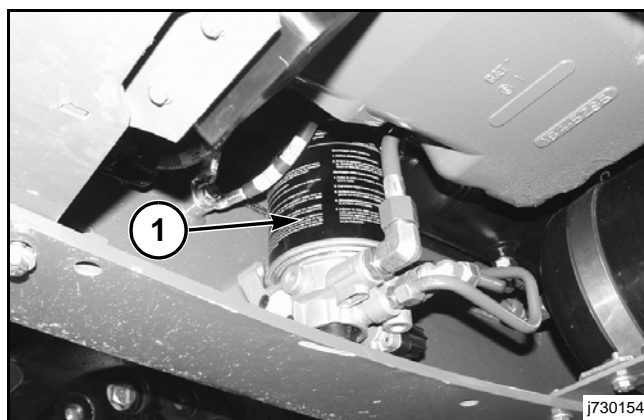

FIG. 121
FIG. 121: Si la máquina tiene un compresor de aire, el cartucho de secador de aire (1) está ubicado en la parte delantera derecha de la máquina. El cartucho de secador de aire está en el riel del bastidor derecho.